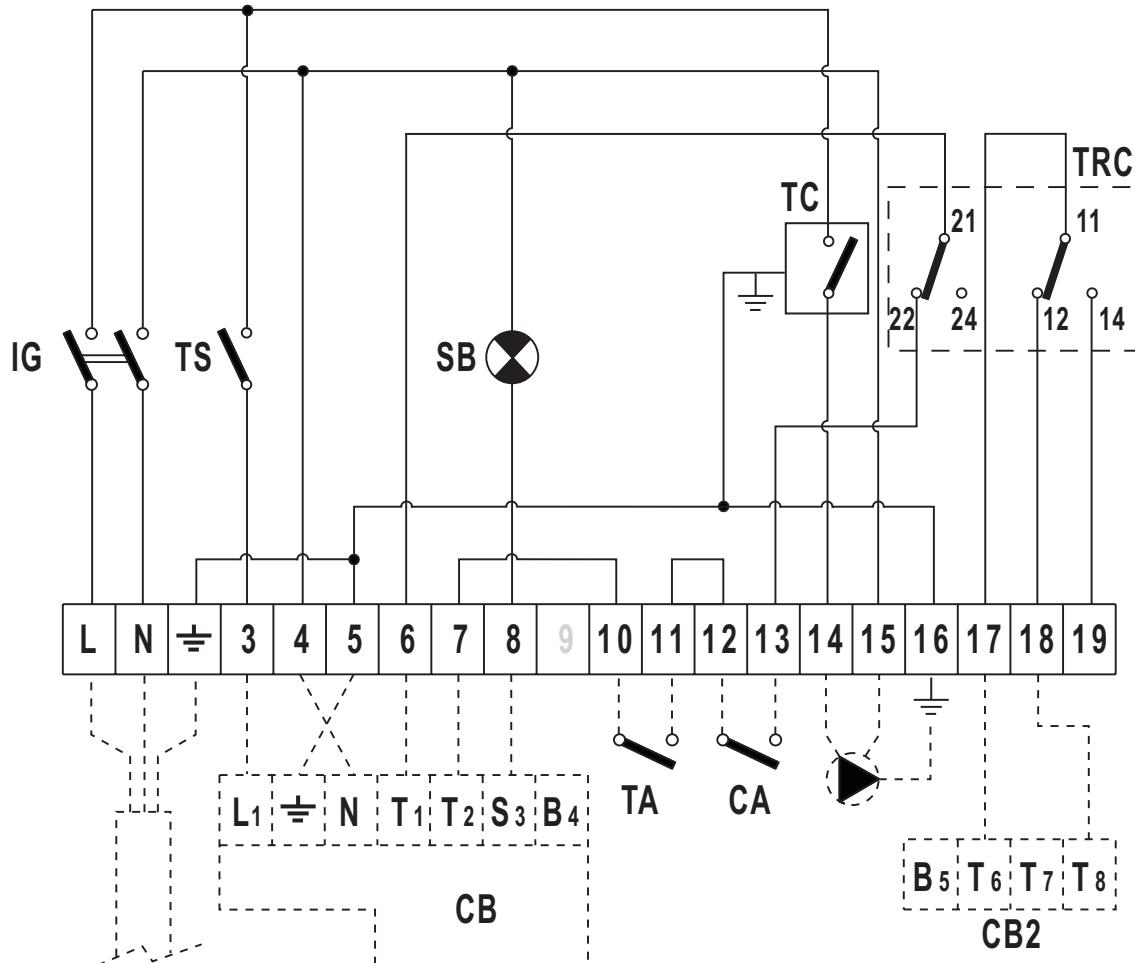

fig. 2 - Schema elettrico del pannello di controllo 0Q2K10XA
- 0Q2K10XA** – Pannello di controllo termostatico 2 stadi (fig. 2)
Schema della morsettiera dei collegamenti elettrici (fig. 2)